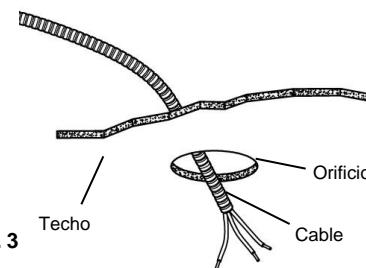

Fig. 3
3. Pasa el cable blindado (BX) o el cable no metálico(NM) (también conocido como Romex) a través del cortacircuitos o panel de fusibles hasta el orificio de 3 1/4" (8,3 cm), dejando entre 6" (15,2 cm) y 8" (20,3 cm) de cable sobrante extendido por debajo del orificio. Puedes usar cables con un máximo de 12 AWG de cableado. (Fig. 3) **(ADVERTENCIA- Usa cables con clasificación de 90°C o mayor).**